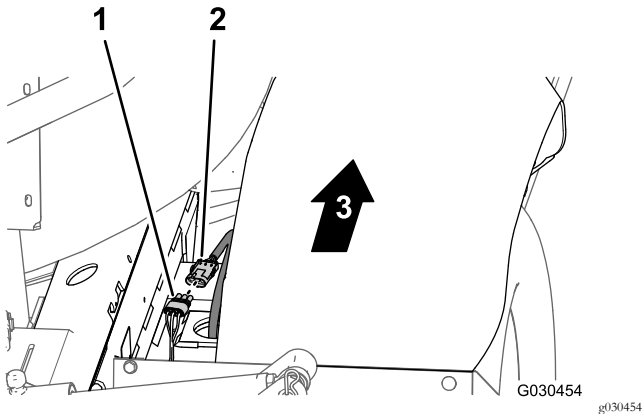

Figura 21
1. Na traseira da máquina (entre o tubo direito da estrutura e o guarda-lamas direito), desligue o conector de três pinos da cablagem do sensor de velocidade, no motor de tração hidráulica direito, do conector de três tomadas da cablagem traseira (Figura 21).